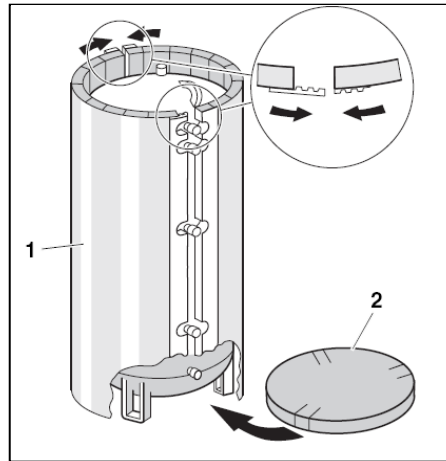

Рис. 9 Монтаж теплоизоляции (принципиальная схема)
- Уложите на пол теплоизоляционную прокладку, имеющую надрезы в местах под опорные пятки бойлера (Рис. 9, Поз. 2).
- Равномерно уложите теплоизоляционный мат (Рис. 9, Поз. 1) по поверхности бойлера так, чтобы совпадали места подключения и предусмотренные на мате вырезы.
- Сначала замкните теплоизоляцию на тыльной стороне бойлера (сторона подключений) в соответствии с Рис. 9.
- Обеспечьте полное сопряжение обеих зубчатых шин (смотри увеличенный фрагмент на Рис. 9).